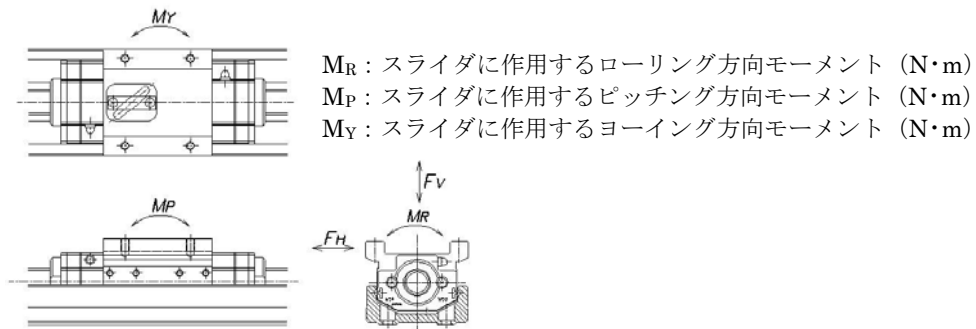

図 12.1 モーメント方向
ポジショニングアクチュエータのガイド部に作用する荷重 (図 12.1 を参照) を検討し、各々の荷重を式①に代入し、等価荷重  $F_e$  を求めます。
モーメント方向と各モーメント方向に対する動等価係数については、図 12.1 と表 12.3 を参照してください。